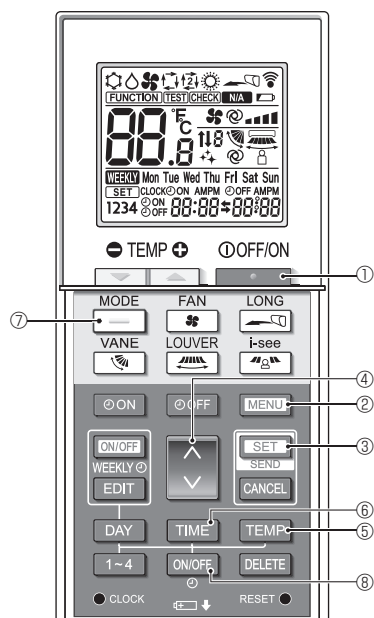

Fig. 6-7
1. Pulse el botón **MODE** (F) para detener el acondicionador de aire.
2. Pulse el botón **SET** (G) en 5 segundos. Se visualizará la pantalla de configuración del modelo.
3. Pulse el botón **MODE** (F). El modo de funcionamiento (A) parpadea. (Fig. 6-7)
4. Pulse el botón **MODE** (F) para cambiar el n.º de ajuste.
5. Compruebe que se muestra el ajuste n.º "6" y que solo parpadee **COOL** en el modo de funcionamiento (A), y luego pulse el botón **SET** (G) en 5 segundos.